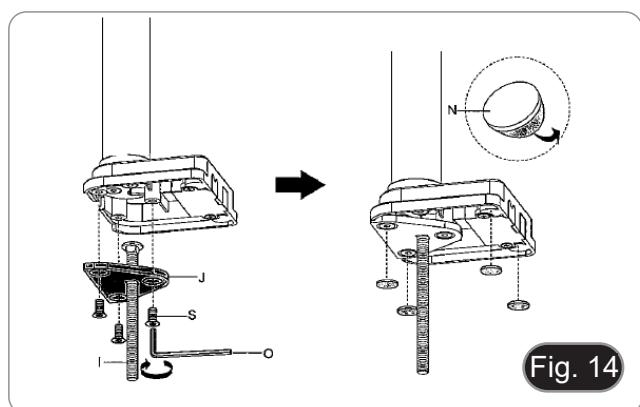

Fig. 14
3. Inserire la vite (I) nella piastra di fissaggio (J).
4. Serrare la piastra di fissaggio usando le tre viti (S). (Fig. 14)
5. Applicare i piedini in gomma (N) al supporto da tavolo.